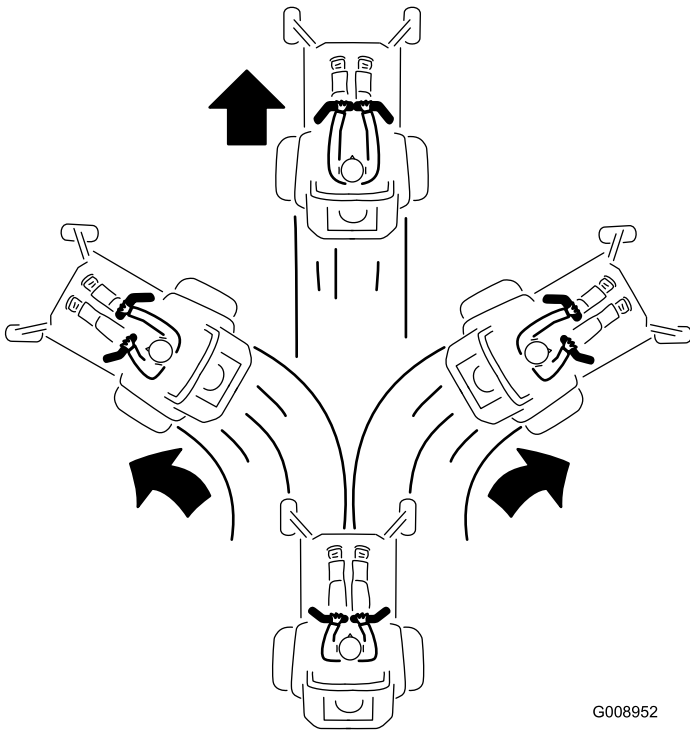

Figura 26
3. Para andar para frente empurre as alavancas de controlo do movimento lentamente para a frente (Figura 26).